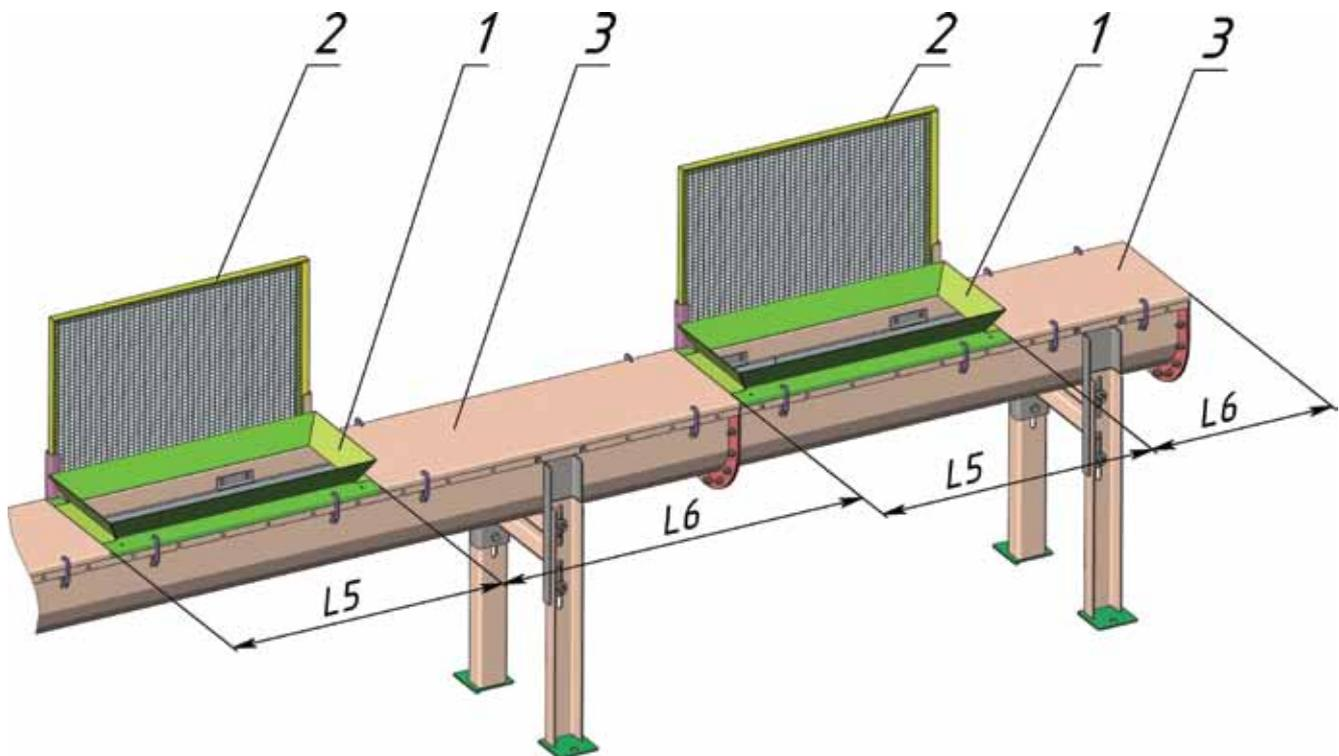

Рисунок 6 Унифицированные части конвейера
Унифицированные загрузочные воронки (1), защитное ограждение (2) и крышки (3) показаны на рис. 6.